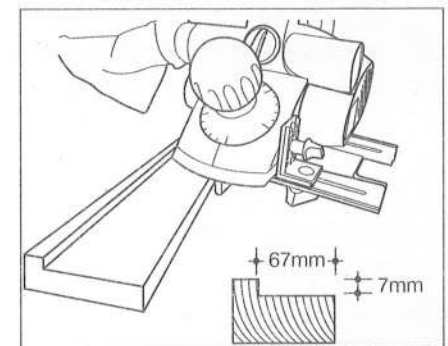

図14
- 材料に段差をつける切削加工ができます。(図14参照)
- ①平行定規を本機左、ベルトカバー側に取付けます。